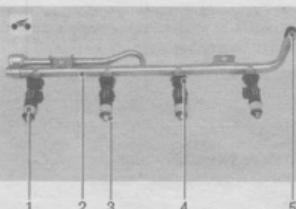

Рис. 6.5. Топливная рампа и форсунки:
- система подачи топлива, включающая в себя топливный бак 7 (рис. 5.8), топливный насос 9 с встроенным регулятором давления топлива, трубопроводы 1, 4 и 5, топливную рампу 2 (рис. 6.5) с форсунками 1, а также топливный фильтр 6 (см. рис. 5.8);